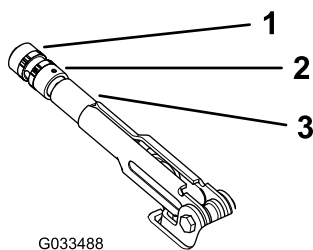

Figura 59
2. Afloje el tornillo de fijación que sujeta el pomo a la palanca del freno de estacionamiento (Figura 59).
3. Gire el pomo (Figura 59) hasta que se requiera una fuerza de 20–22 kg para accionar la palanca.
4. Apriete el tornillo de fijación cuando termine (Figura 59).